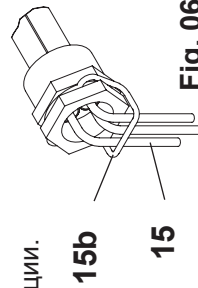

Fig. 06
15. Опустите капилляры в погружные гильзы (15, Рис. 06) и закрепите пружинами (15b, Рис. 06).